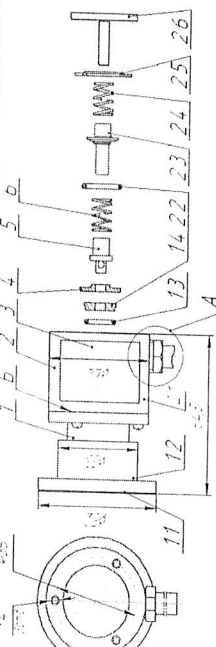

Рисунок 2. Клапан Е
В комплект поставки входит (см. рис.2):
Для удобства монтажа и обслуживания клапан Е (рис.2) разделяется на два функциональных узла: ловитель (1), цоколь (2), - и детали рабочего клапана: шайба уплотнительная (4), шток (5), пружина (6). Ловитель и детали рабочего клапана доступны для обслуживания и замены при отделении ловителя от цоколя.
Для удобства монтажа и обслуживания клапан Е (рис.2) разделяется на два функциональных узла: ловитель (1), цоколь (2), и детали рабочего клапана: шайба уплотнительная (4), шток (5), пружина (6). Детали рабочего клапана доступны для обслуживания и замены при отделении ловителя от цоколя.
5.2 На вводную трубку одеть резьбовую и конусную полимерную втулку и вмонтировать в резьбовое отверстие цоколя клапана в соответствии с рис. 2 – вид А. Вводную трубку встроить в соответствующую магистраль подачи медицинских газов или создания вакуума. В резьбовое отверстие цоколя может монтироваться непосредственно трубка магистральной подачи медицинских газов или создания вакуума, если она имеет размеры, соответствующие вводной трубке. При этом её необходимо предварительно снабдить конусной и резьбовой втулками, как указано для вводной трубки, а её торец перед монтажом в цоколь развальцевать в соответствии с рисунком 2 – вид А.
- отсоединить ловитель от цоколя, вывернув три винта М4, извлечь детали рабочего клапана, а также уплотнитель штекера и фланец (4, 5, 6, 1.3 и 1.4 – рис.2). После выполнения этой операции клапан обслуживания, расположенный в корпусе цоколя, герметизирует магистраль подачи медицинского газа и давление в ней может быть доведено до рабочего значения выбранного пользователем для этой магистрали;